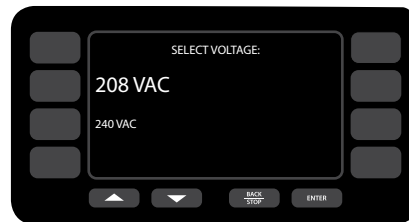

Bild 3: Volteinstellung
Die Wahl der Zugangsspannung wird gewöhnlich vor Einsatz des Gerätes beim Kunden geregelt. Sollte jedoch der bauseitige Anschluss anders als der im Gerät sein, muss der Betreiber 208 oder 240 V nach Drücken der EIN-/AUS-Taste zum Einstellen des Geräts wählen. Die korrekte Spannung (V) wird zur Identifikation im Bildschirm angezeigt und muss entsprechend gewählt werden. (siehe Bild 3 unten).